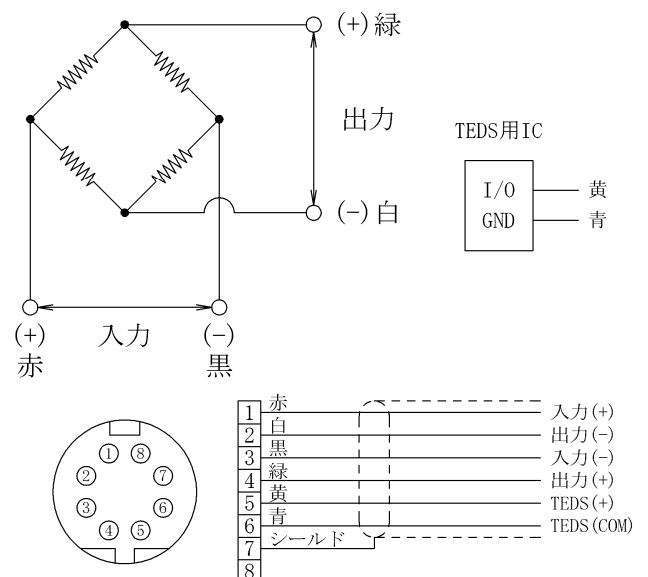

図 7-1 結線図
- 7.1 本製品のケーブルは, 図 7-1 の結線になっています。